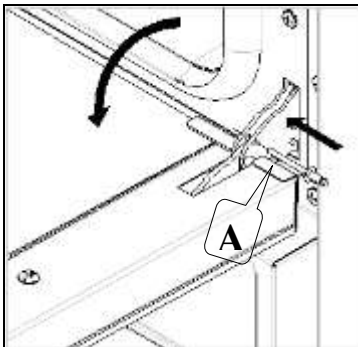

Fig. 1
Programmierung der Kochzeit - Die Inbetriebsetzung des Ofens erfolgt, indem der Drehknopf des Programmierers (Abb. 1) auf das Symbol  (Dauerbetrieb) oder auf die gewählte Kochzeit (bis zu 120 Minuten) gedreht wird; im zweiten Fall wird das Kochende durch das automatische Ausschalten des Ofens gemeldet und vom Signalton des Regler.
- die Ringe mitgelieferten Bolzen in die Löcher (A) stecken die sich auf den zwei Scharnieren befinden (Abb. 1);